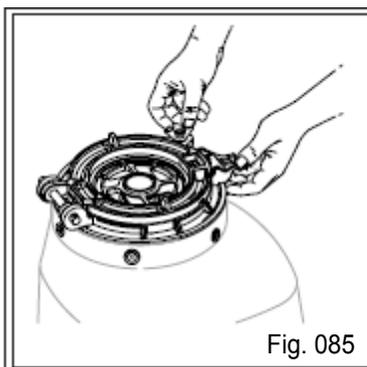

Fig. 085
e) Solte a presilha que fixa o bloco da semeadora com a base do disco (Fig. 085);